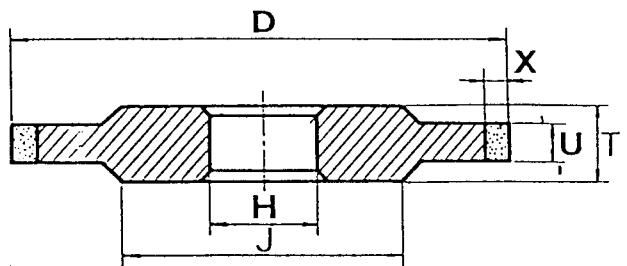

図 2-2
(1) 工作機械
(2) 器工具
① ダイヤモンド砥石（図 2-2）